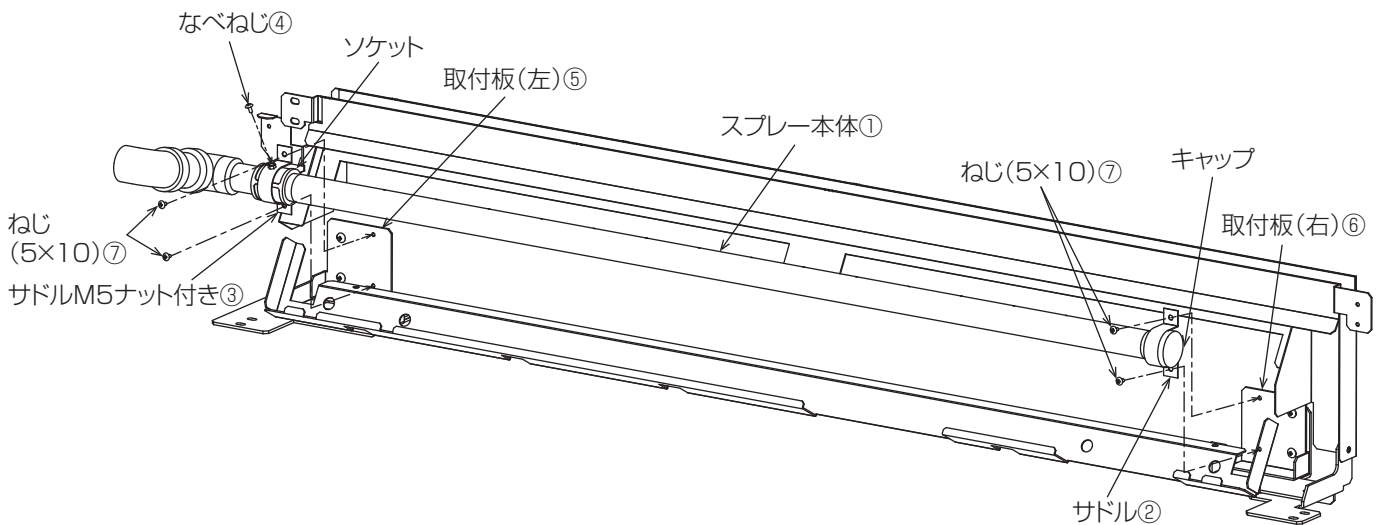

図4
2) スプレー本体①をサドル②、サドルM5 ナット付③で取付板 (左) ⑤、取付板 (右) ⑥に取付け、なべねじ④でソケット部を固定してください。・・・図4
※ 図4は左配管取出しの場合を示しています。